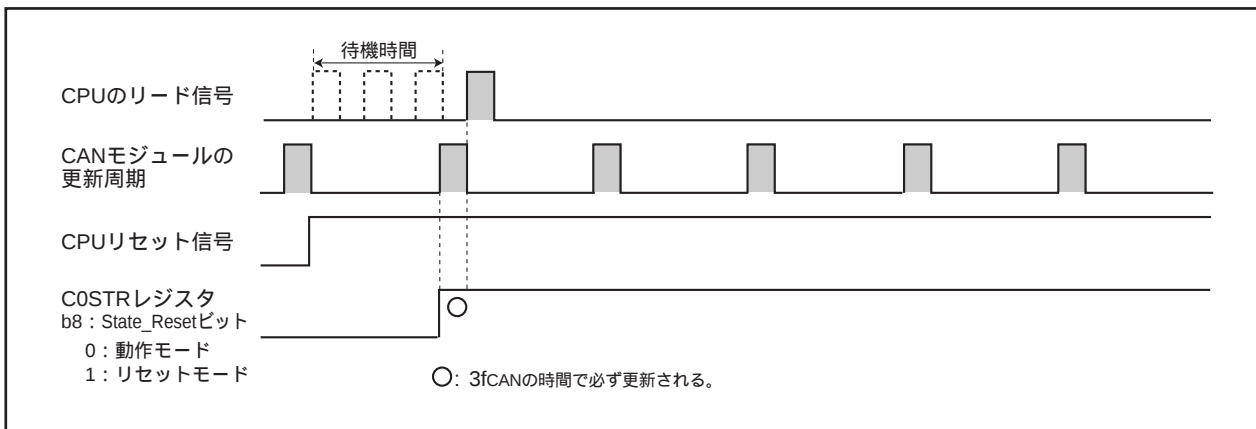

図20.3 CPUの読み出し前に3fCAN分待機した場合
1. CPUがC0STRレジスタを読み出す前に、 $3f_{CAN}$ 以上(表20.1参照)の待機時間を持たせる(図20.3参照)。